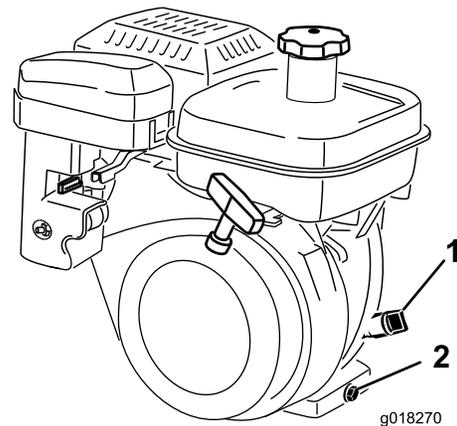

Figura 34
2. Coloque la máquina de modo que el motor esté nivelado y limpie el área alrededor del indicador del nivel de aceite (Figura 34).
3. Retire la varilla del nivel de aceite girándola en sentido antihorario (Figura 34).
2. En la parte trasera de la máquina, coloque un recipiente debajo del tapón de vaciado (Figura 34). Abra el tapón de vaciado.